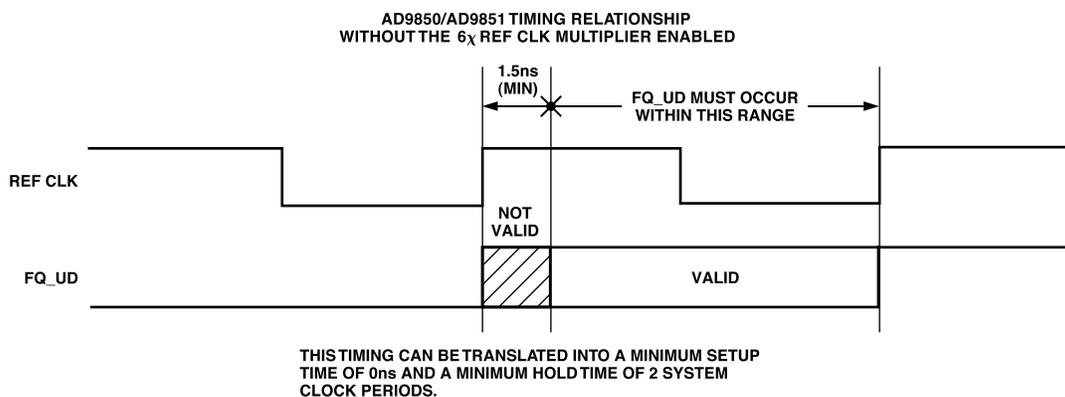

图4. REF CLK与FQ\_UD之间的正确时序关系
FQ\_UD与SYSTEM CLOCK之间必须存在正确的时间关系(见图2)。如果这些信号的时序有误，则可能导致调谐字部分加载，从而阻碍DDS同步。FQ\_UD必须在REF\_CLK上升沿之前即具有正确的建立时间。有关正确时序的详细情况将在“同步操作指南”部分讨论，如图4和图6所示。
6. 有关REF CLK与FQ\_UD之间的建议时序，请参看图4。